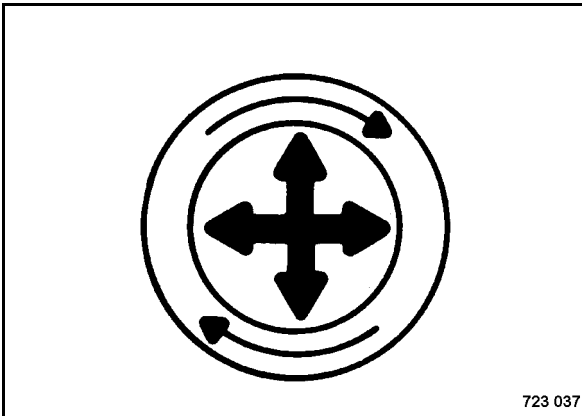

Fig. 140
- Soltar el elemento filtrante principal (Fig. 140) con mucho cuidado.
El elemento filtrante principal está posicionado precisamente sobre el tubo de salida así procurando una obturación por la parte interior de la tapa del filtro. Retirar el elemento filtrante principal con mucho cuidado para reducir la liberación de la cantidad de polvo. Para soltar la obturación hay que tirar el elemento filtrante principal con mucho cuidado hacia abajo y los lados o girarlo (Fig. 140).